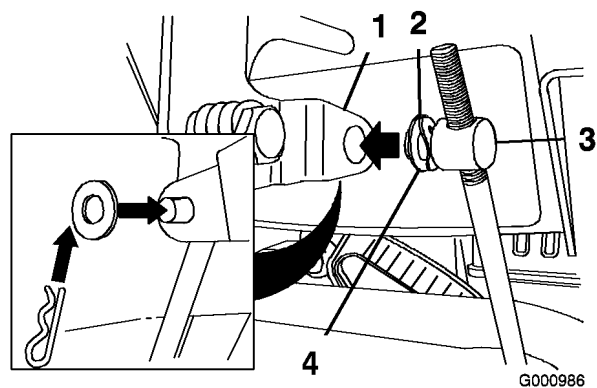

Figura 11
3. Togliete la coppiglia e la rondella esterna dal barilotto sul lato superiore dell'asta di comando della velocità (Figura 11).
Nota: Per agevolare il montaggio, lasciate la rondella ondulata e la rondella piana sul barilotto (Figura 11).
6. Sollevare l'asta di comando della velocità ed inserire il barilotto nel foro della leva di selezione della velocità (Figura 11).